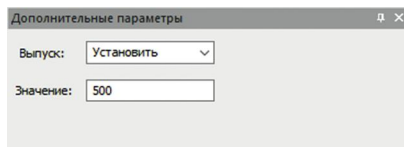

рис. 79
- **Установить** — задать выпуск ската, равный величине, заданной в поле **Значение** (рис. 79). Выпуск откладывается от начальных границ ската, тех, что были заданы при его создании;